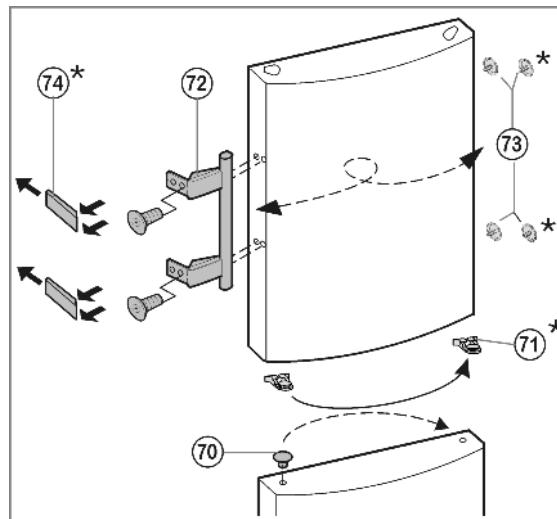

Fig. 10
- ▶ **На нижней дверце:** Извлеките пробку Fig. 10 (70) из опорной втулки дверцы и переставьте.
- ▶ **На обеих дверцах:** Снимите и переставьте на противоположную сторону дверную ручку Fig. 10 (72), пробку Fig. 10 (73) и прижимные пластины* Fig. 10 (74).